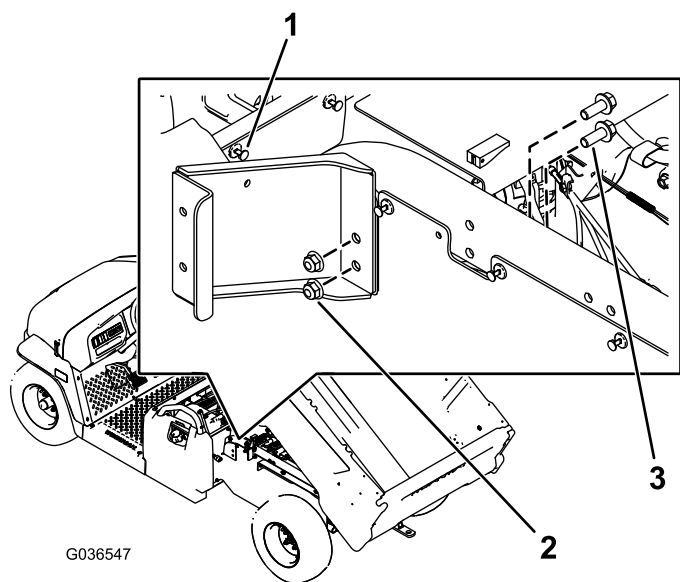

Рисунок 1
- A. Удалите заклепку с левой панели позади заднего основания сиденья (Рисунок 1).
- B. Установите левый петлеобразный кронштейн с помощью двух болтов с шестигранными фланцевыми головками (3/8 x 1 дюйм) и двух гаек (3/8 дюйма), как показано на Рисунок 1.